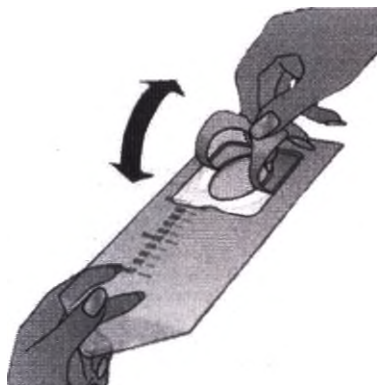

Рисунок 2 – Удаление защитной бумаги
- е) Входное отверстие мочеприемника заклеено защитной бумагой, которую нужно отлепить (см. Рисунок 2).